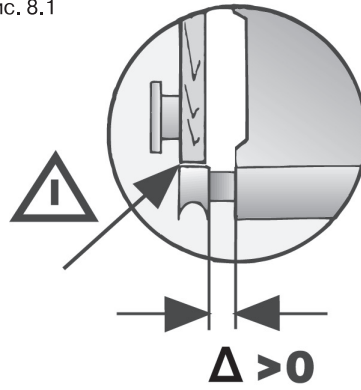

Рис. 11
5. Ввинтите для укрепления вытяжки по два винта справа и слева, не затягивайте. Для этого слегка приподнимите вытяжку (рис. 11).
6. Выровняйте вытяжку в шкафу и затяните винты (рис. 11).